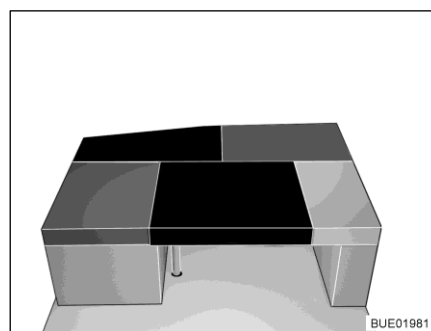

Fig. 171 Dopo la trasformazione
- Collocare il cuscino aggiuntivo rettangolare sul tavolo (tra il cuscino del divano e il cuscino dello schienale del sedile laterale, vedi Fig. 171).